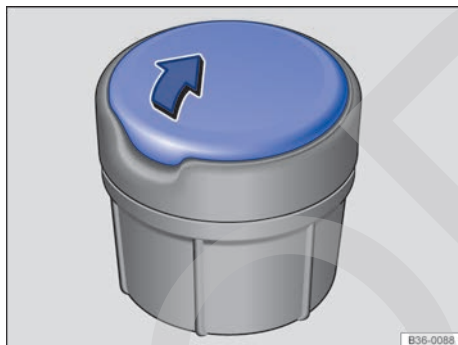

Fig. 121 Cenicero portátil.
- Para *abrir* el cenicero, levante la tapa del cenicero en el sentido de la flecha ⇒ fig. 121.